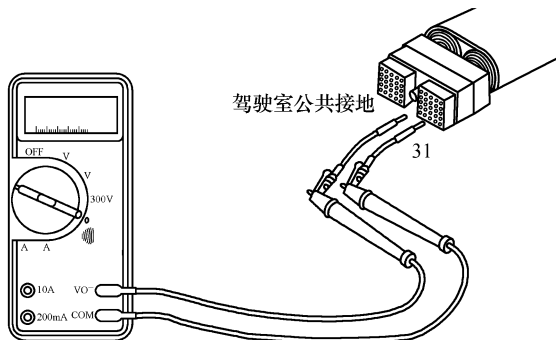

图 5-169 测量触针 31 与公共回路触针间的电阻
② 将发动机制动开关置于接通位置，将制动选择开关置于 2 号位置 (全制动)，测量 ECM 插头触针 31 与公共回路触针 (9、10、19、20) 之间的电阻 (图 5-169)，电路应为闭路，电阻小于 10Ω。如果电路不是闭路，应检查是否对地短路。
(2) 检查是否对地短路
① 将驾驶室所有开关转到断开或中间位置，以隔断发动机制动电路。使用挂车制动器手动阀